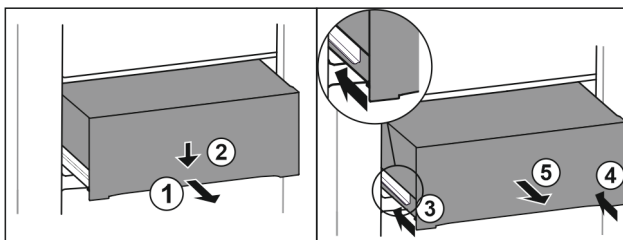

Fig. 106
- ▶ 将抽屉拉出一半。 Fig. 106 (1)
- ▶ 朝下按压正面的抽屉。 Fig. 106 (2)
- ▶ 将左侧轨道推入大约 2 cm。 Fig. 106 (3)
- ▶ 将右侧轨道推入大约 2 cm。 Fig. 106 (4)
- ▶ 朝前取出抽屉。 Fig. 106 (5)